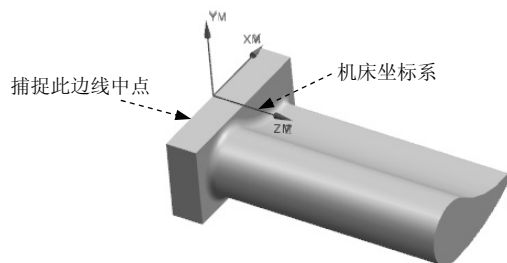

图 5.4.2 创建机床坐标系
(1) 在 MCS 对话框的 **机床坐标系** 区域中单击“CSYS 对话框”按钮 ，系统弹出 CSYS 对话框，在 **类型** 下拉列表中选择 **动态** 选项。
(2) 拖动机床坐标系的原点至如图 5.4.2 所示边线的中点位置，单击 **确定** 按钮，完成如图 5.4.2 所示的机床坐标系的创建，此时系统返回至 MCS 对话框。